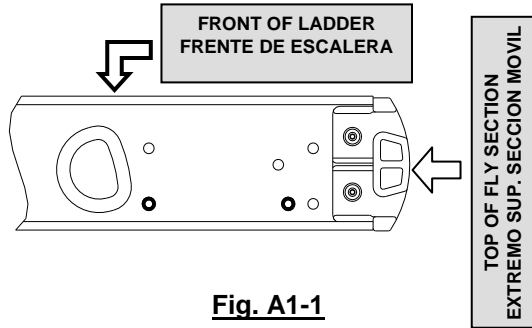

Fig. A1-1
1. Identify, on the top of the fly section rails, the two pre-pierced holes highlighted in **Fig. A1-1**.
1. Identifique, en el extremo sup. de los largueros de la sección móvil, los dos agujeros pre-punzonados marcados en la **Fig. A1-1**.